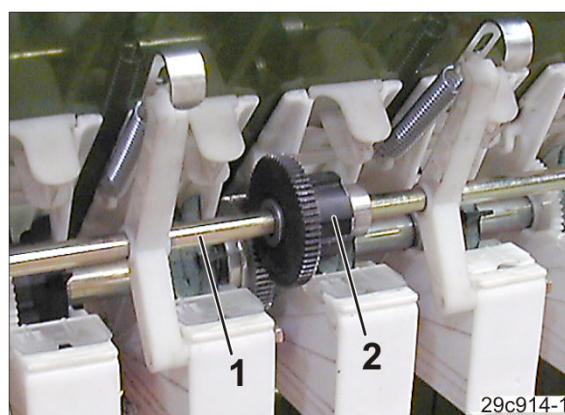

Fig. 76
L'arbre de jalonnage (Fig. 76/1) est entraînée par le rouleau de dosage (Fig. 76/2) par l'arbre de distribution.
La commande de l'embrayage d'arbre de jalonnage (Fig. 76/2) est électrique, voir chapitre « Embrayage d'arbre de jalonnage à commande électrique », page 79.
- l'embrayage (Fig. 76/2) est actionné,
- l'arbre de jalonnage (Fig. 76/1) qui entraîne les roues de distribution de jalonnage s'arrête,